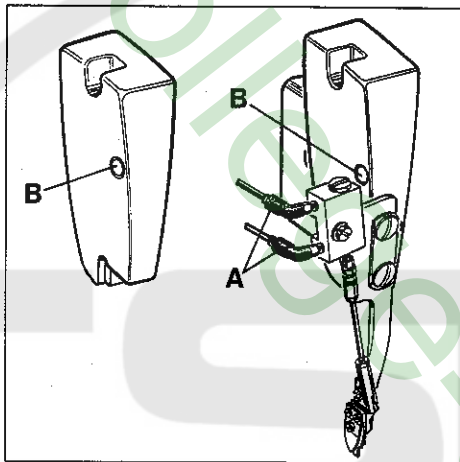
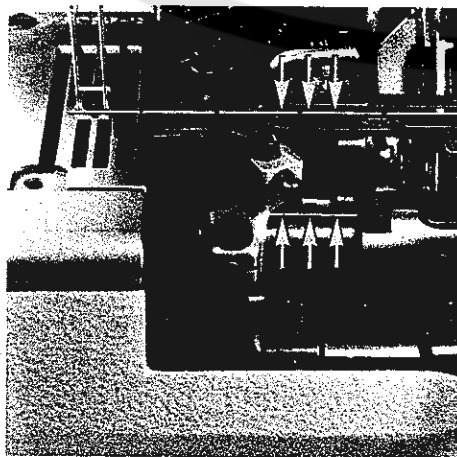
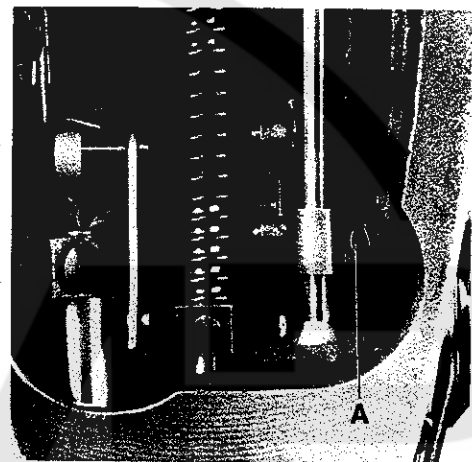
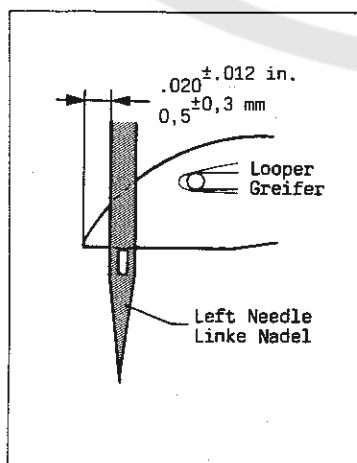

Fig.19
Fig.21
Fig.20
Fig. 23
1. Remove the head cover*, presser foot and feed dogs. For removing the head cover on styles with cover thread trimmer the PA-tubes have to be disconnected on the swivel elbows (A, Fig. 19) of the air cylinder.
3. Loosen screw (A, Fig. 20) and turn needle bar as required, so the needles center in the needle holes of throat plate and are parallel to the looper shaft (see Fig. 21). This can be checked by holding a ruler against the needles.
4. Retighten screw (A, Fig. 20).
* The needle bar can also be aligned and set to height without removing the head cover. For this, remove plug (B, Fig. 19) in the head cover to have access to screw (A, Fig. 20) in the needle bar connection. Remount the plug.
1. Entfernen Sie den Kopfdeckel*, Drückerfuß und Transporteure. Zum Entfernen des Kopfdeckels müssen bei Maschinen mit Legfadenabschneider die PA-Schläuche an den Winkelausschraubungen (A, Fig. 19) am Luftzylinder gelöst werden.
3. Lösen Sie die Schraube (A, Fig. 20) und drehen Sie die Nadelstange so, daß die Nadeln mittig in die Stichlöcher der Stichplatte einstechen und parallel zur Greiferwelle stehen (siehe Fig. 21). Dies kann durch Anlegen eines Lineals an die Nadeln geprüft werden.
4. Ziehen Sie die Schraube (A, Fig. 20) wieder an.
* Die Nadelstange kann auch ohne Abbau des Kopfdeckels ausgerichtet und auf die Höhe eingestellt werden. Entfernen Sie dazu den Verschußstopfen (B, Fig. 19) im Kopfdeckel, damit die Schraube (A, Fig. 20) im Nadelstangen-Mitnehmer zugänglich wird. Montieren Sie den Verschußstopfen wieder.
The height of needle bar is correct, when the looper point at its travel from right to left is 0.5 mm (.020 in.) left of the left needle (see Fig. 23) and the top of the needle eye is flush with the underside of the looper. For adjustment loosen screw (A, Fig. 20)* and move needle bar up or down as required. Retighten screw (A).
Die Nadelstangenhöhe ist richtig eingestellt, wenn die Greiferspitze bei ihrem Weg von rechts nach links 0,5 mm links der linken Nadel steht (siehe Fig. 23) und Oberkante Nadelöhr und Unterkante Greifer in gleicher Höhe stehen. Lösen Sie für diese Einstellung die Schraube (A, Fig. 20)* und schieben Sie die Nadelstange nach Bedarf nach oben oder unten. Ziehen Sie die Schraube (A) wieder an. Beachten Sie, daß bei dieser Einstellung die Nadelstange nicht verdreht wird.
* Die Nadelstange kann auch ohne Abbau des Kopfdeckels ausgerichtet und auf die Höhe eingestellt werden. Entfernen Sie dazu den Verschlußstopfen (B, Fig. 19) im Kopfdeckel, damit die Schraube (A, Fig. 20) im Nadelstangen-Mitnehmer zugänglich wird. Montieren Sie den Verschlußstopfen wieder.